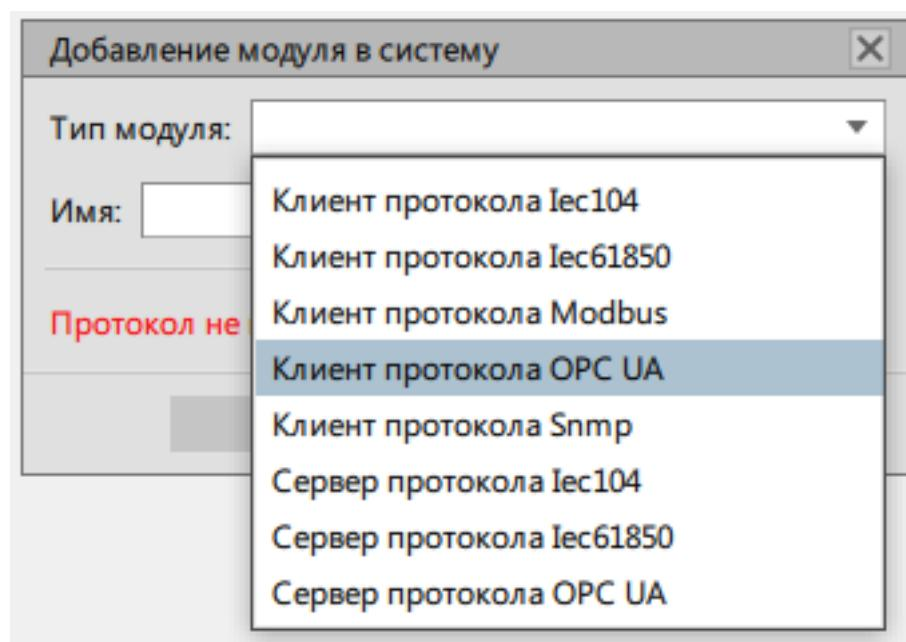

Рисунок 220 - Клиент протокола OPC UA
13. Выберите модуль **Клиент протокола OPC UA** и нажмите **OK** (Рисунок 220).